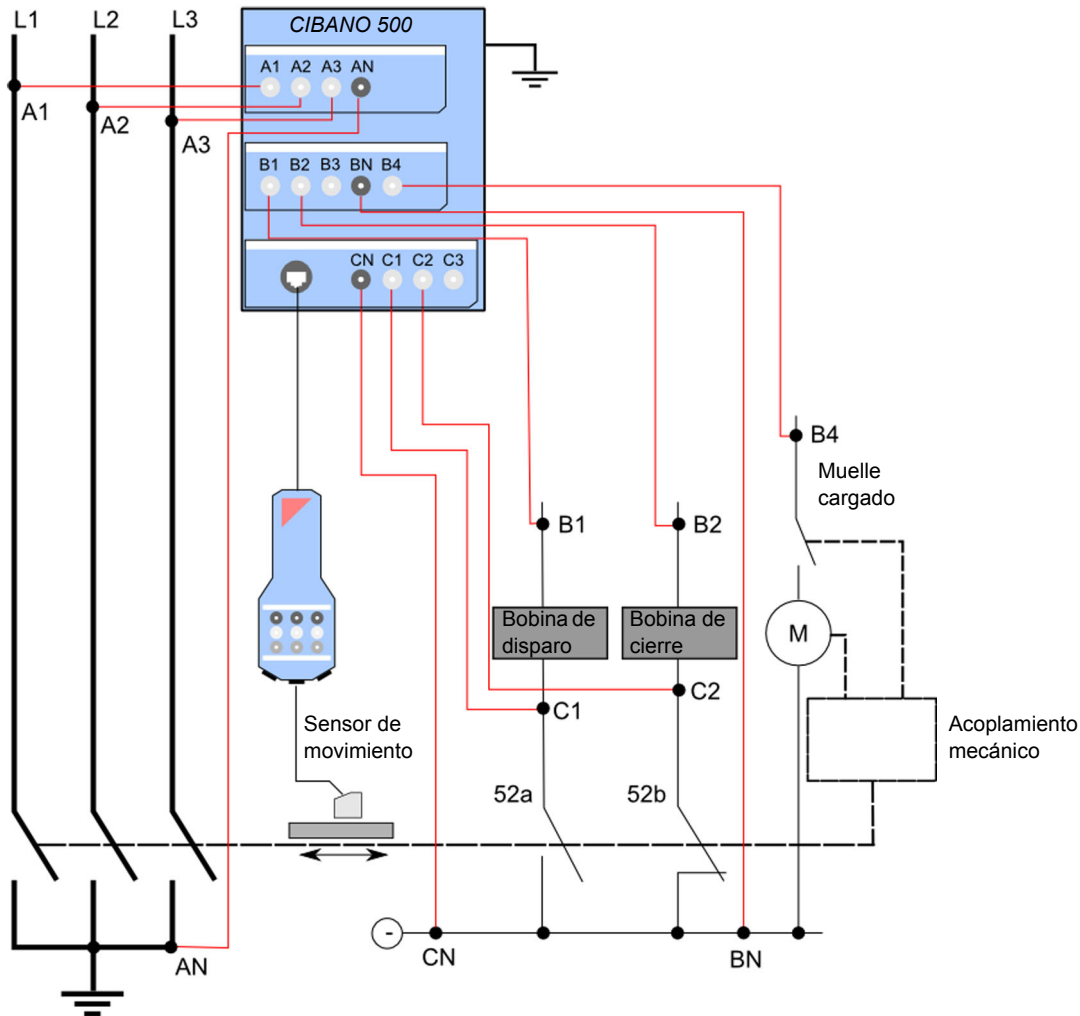

Figura 17-9: Conexión del *CIBANO 500* al interruptor automático para la prueba de tiempos
- ▶ Conecte el *CIBANO 500* al interruptor automático, como se indica en la Figura 17-9: "Conexión del *CIBANO 500* al interruptor automático para la prueba de tiempos".